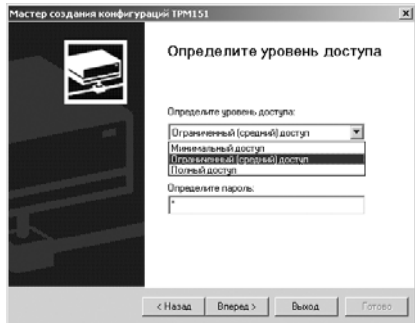

Рис. 21
**Если модификация успешно считана,** на экране сразу появится окно с приглашением выбрать уровень доступа (см. рис. 21).
Нажмите клавишу [Вперед>] – откроется окно с приглашением выбрать уровень доступа (рис. 21). Переходите к п. 4.